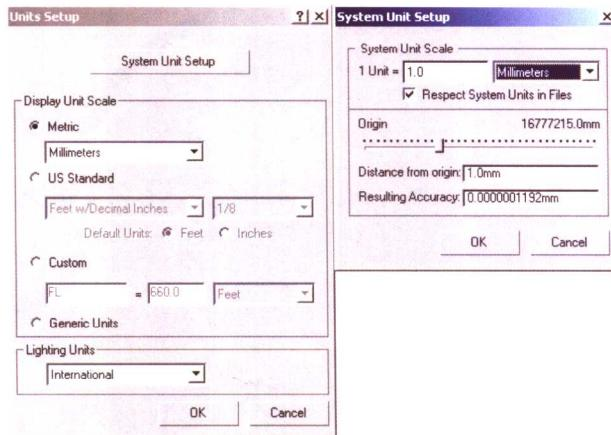

图 1-3 设置系统单位
(5) Autodesk VIZ 2005 在默认的情况下，已设置成为光能传递的渲染器，它要求采用物理的灯光设置，这需要精确的模型尺寸，因此，在正式开始学习之前，我们先对 Autodesk VIZ 2005 进行一些设置工作。在屏幕菜单栏中单击 Customize 命令下的 Units Setup... 命令，如图 1-3 所示进行设置。将系统单位设置为毫米。